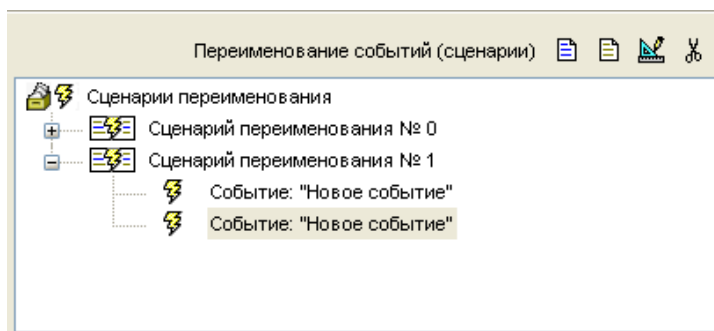

Рисунок 21
2. Добавьте два события к выделенному сценарию, с помощью кнопки  (см. Рисунок 21).